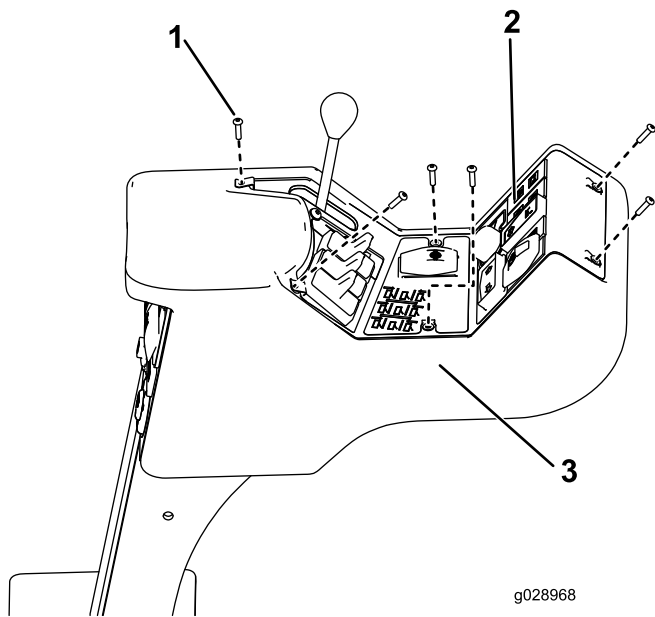

Figura 22
- Retire los 6 tornillos que sujetan el panel de control a la consola (Figura 22).
4. Vuelva a colocar el panel de control, asegurándose de que no se haya desconectado ningún conector y de que ningún cable haya quedado aprisionado (véase Figura 22).